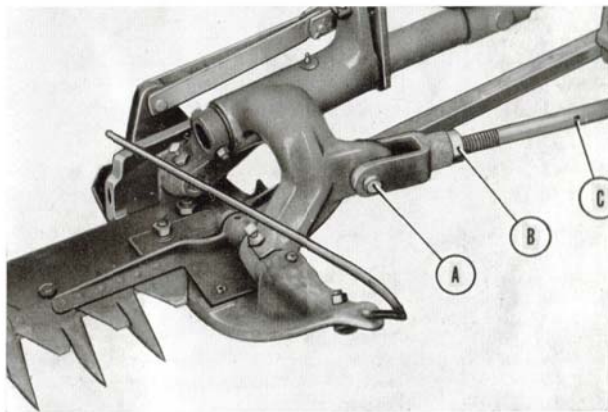

Fig. 19
La jambe de force (C, fig. 19) ne sert pas à régler la largeur de coupe. Son réglage est destiné à veiller à l'alignement de la bielle et de la lame. Pour le vérifier, tirer en arrière le sabot extérieur pour se rendre compte du jeu des points charnière. Visser ensuite la bielle. Si la mâchoire de serrage de la bielle est droite, la longueur de la jambe de force est correcte. Si cette mâchoire est incurvée vers l'avant, on devra allonger la jambe de force. Si, par contre, elle est incurvée vers l'arrière, on devra raccourcir la jambe de force.
- desserrer l'écrou de blocage (B, fig. 19),
- enlever l'axe (A, fig. 19),